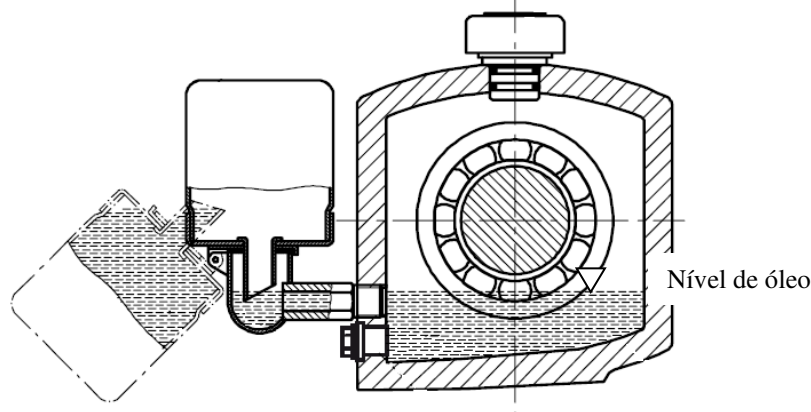

Fig.18 – Copo Lubrificador
- Voltar o recipiente transparente para a posição original. Aguardar cerca de 10 minutos até que automaticamente parte do óleo desça do recipiente para o suporte, completando assim o nível necessário que é a linha de centro da esfera inferior do rolamento indicado na Fig. 18.
- Cortar novos anéis de gaxeta de preferência com extremidades oblíquas (vide Fig. 18). Para facilidade deste corte pode ser usado um dispositivo de fácil confecção (vide Fig.20).